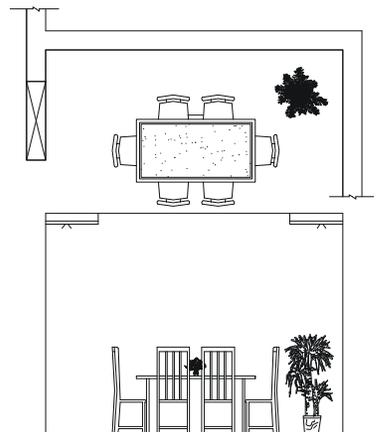

图 8-1-31
**STEP 15** 调入一棵盆景，放在该立面的右边，如图 8-1-31 所示。